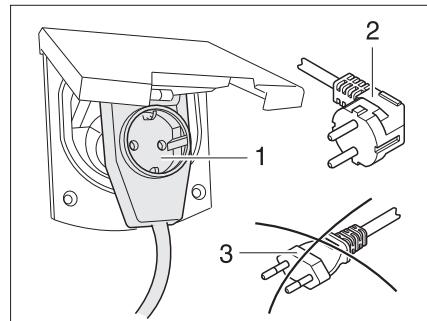

Fig. 93 Conexión a un conector con salida lateral del cable con caja de enchufe
► Al utilizar un acoplamiento acodado CEE 17, con caja de enchufe incorporada en el lado trasero (Fig. 93,1), emplear únicamente un conector IP 44 de goma impermeable, con contacto protector (Fig. 93,2). No utilizar conector sin contacto protector (Fig. 93,3). ¡Peligro de electrocución!